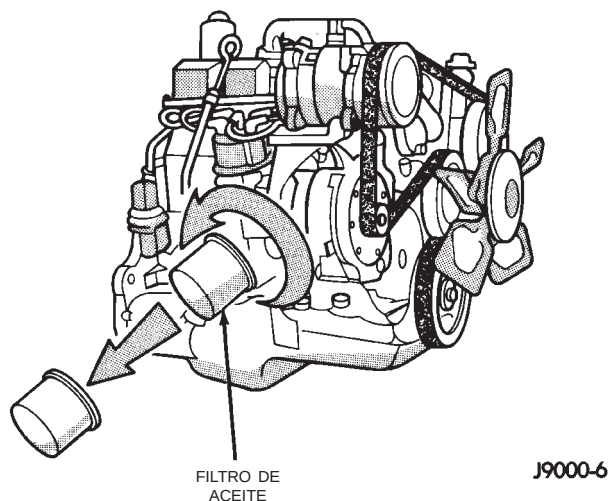
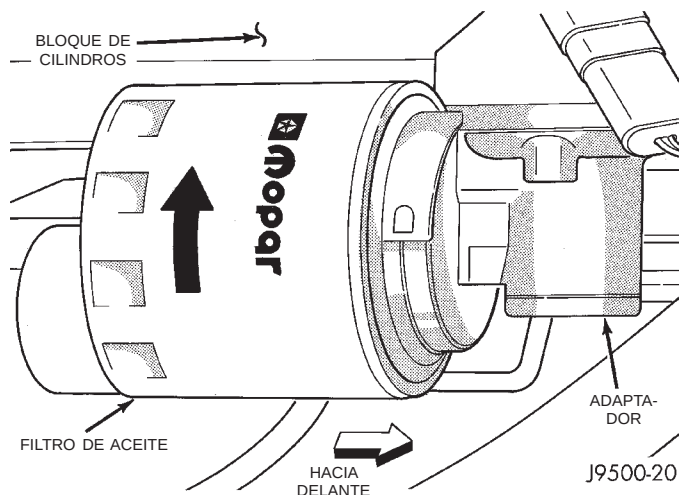

Fig. 8 Filtro de aceite—motor 2.5L
Fig. 9 Filtro de aceite—motor 4.0L
- (1) Coloque un colector de drenaje debajo del filtro de aceite.
- (2) Afloje el filtro utilizando una llave para filtros de aceite adecuada.
- (3) Gire el filtro de aceite hacia la izquierda para retirarlo del cubo del filtro de aceite del bloque del cilindro o de la caja del adaptador del filtro. (Fig. 8) (Fig. 9).